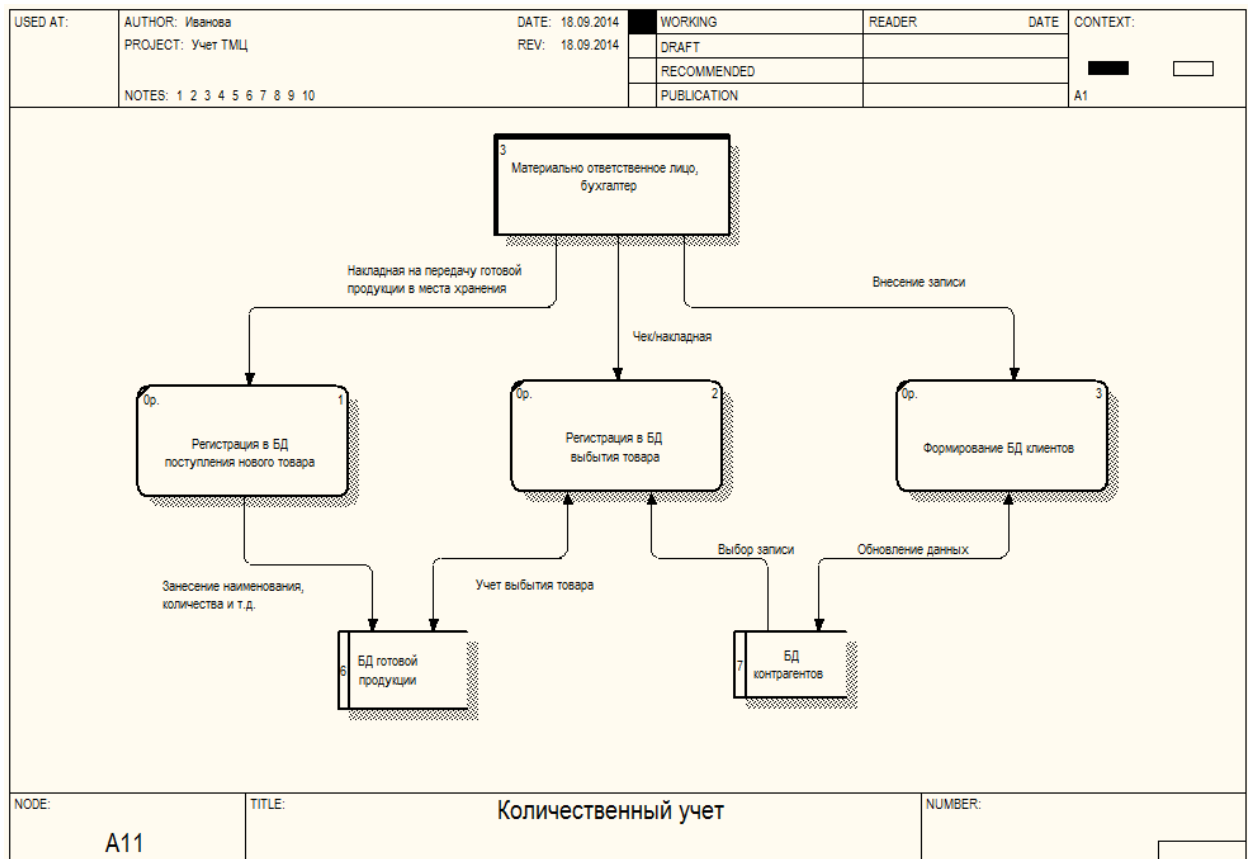

Рис. 43. DFD-диаграмма A11 Количественный учет
1. В соответствии с табл. 15, 16 и рис. 43 проведите декомпозицию работы *Количественный учет*.